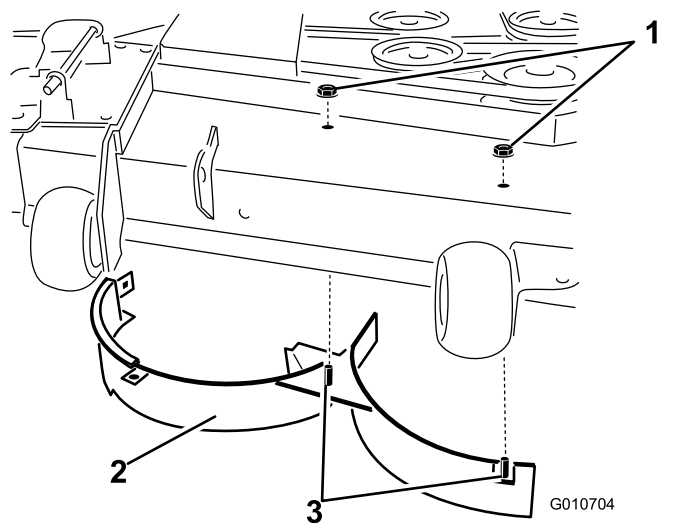

Figure 18
12. Retirez le boulon de carrosserie et le contre-écrou qui fixent le déflecteur droit au sommet du plateau de coupe puis déposez le déflecteur (Figure 18).
11. Retirez les 2 contre-écrous (5/16") qui fixent les montants soudés du déflecteur droit sur le dessus du plateau de coupe, au centre et à droite du centre (Figure 18).